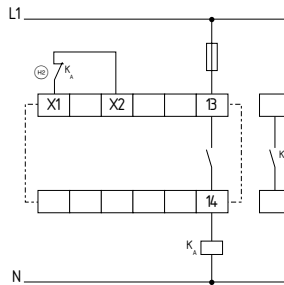

Fig. 16
**Commande à 1 canal (Fig. 16)**